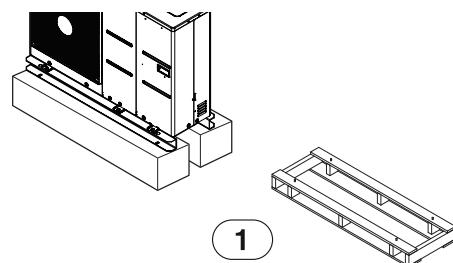

Bild 8
- ▶ Ta bort träpallen (→ Bild 8) under enhetens bottnstråg. Den kan leda till att enheten blir instabil eller att värmeväxlaren fryser, vilket innebär funktionsfel.
- ▶ Ta bort träpallen (→ Bild 8) under enheten före svetsning. Om träpallen sitter kvar finns risk för brand vid svetsning.